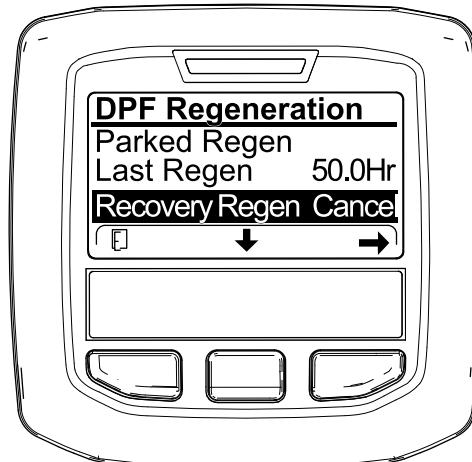
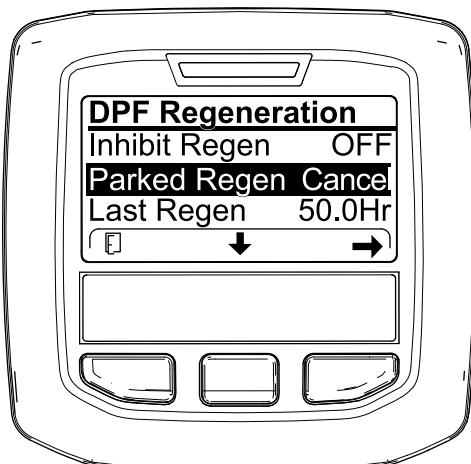

Figure 59
Figure 58
3. Appuyez sur le bouton droit pour sélectionner l'option Regen Cancel (Figure 58 ou Figure 59).
1. Ouvrez le menu Régénération du FAP (Figure 58).
2. Appuyez sur le bouton central pour naviguer jusqu'à l'option PARKED REGEN CANCEL (Figure 58) ou RECOVERY REGEN CANCEL (Figure 59).